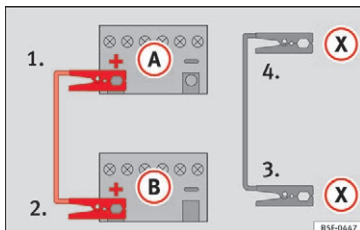

Fig. 77 Tilslutningsdiagram for biler med start-stop-system
– I biler med start-stop-system: Sæt den ene ende af det sorte startkabel (X) fast på en egnet stelforbindelse – en massiv metaldel, der er skruet sammen med motorblokken, eller på selve motorblokken»» Fig. 77.
5. I bilen med det afladene batteri skal du sætte den anden ende af det sorte startkabel (X) på en massiv metaldel, som er skruet sammen med motorblokken, eller på selve motorblokken, men det skal være et sted, som er så langt væk fra batteriet (A) som muligt.